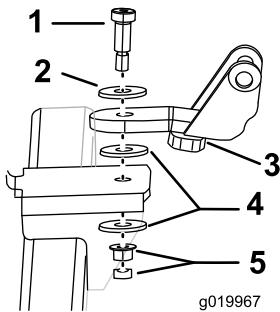
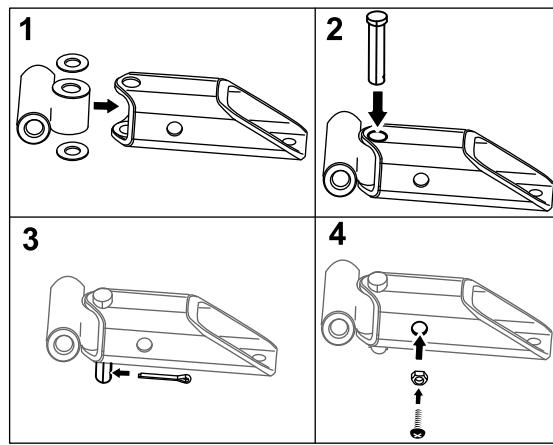
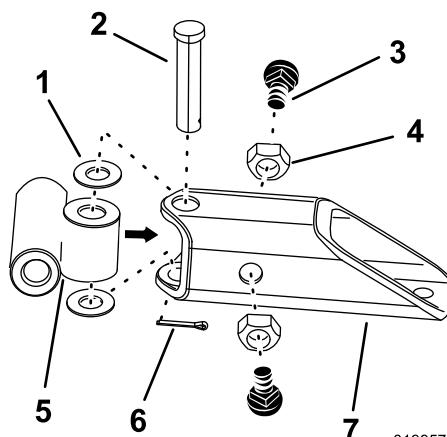

図 2
図 4
図 3
- ブラケットをアタッチメントに固定しているボルト・ナット類を外して廃棄する(図 2)。取り外したブラケットは廃棄する。
1. ヒッチアセンブリの開口部のそれぞれにスラストワッシャ2枚を取り付け、アセンブリをピボットチューブ内部にセットする(図 4; 図内図)
2. ピボットチューブの上から、最初のワッシャ、ヒッチアセンブリ、二番目のワッシャを貫通してピボットチューブの底を貫通するようにクレビスピンを差し込む(図 4; 図内図 2)。
3. コッターピンで固定する(図 4; 図内図 3)。
4. 各キャリッジボルト(1/2インチ)をそれぞれのジャムナット(1/2インチ)に通す(図 4; 図内図 4)。
5. 各キャリッジボルトを、ピボットチューブの側面にねじ込む(図 4; 図内図 4)。